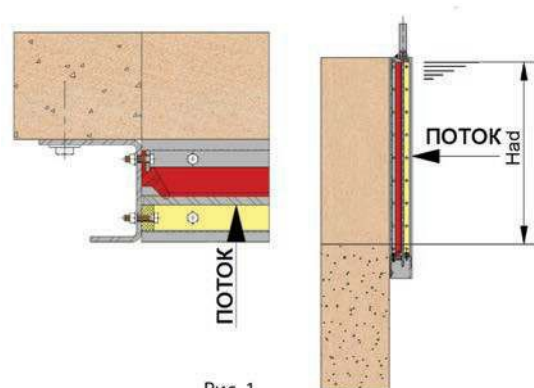

Рис. 1
**Однонаправленный (предпочтительный вариант установки).** (Рис. 1) В этом вари-